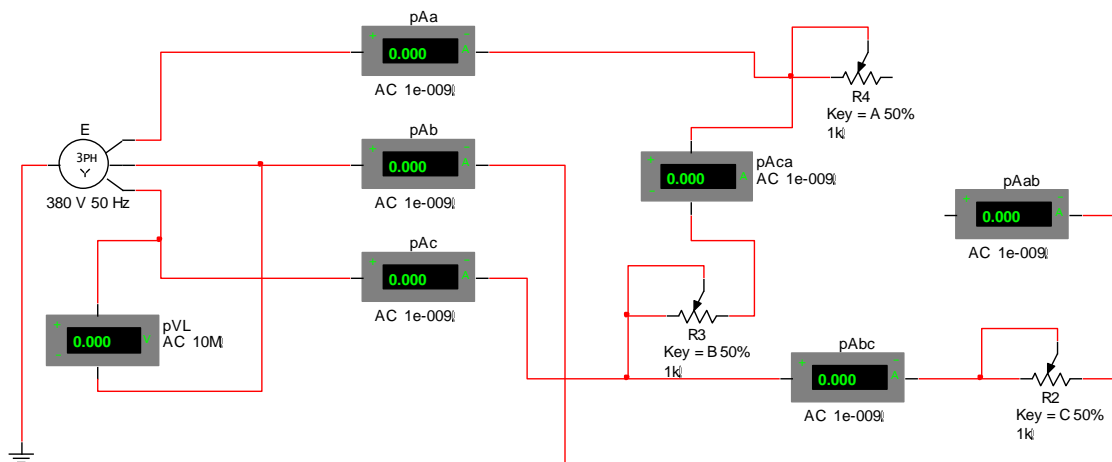

Рис. 3.12
10. Откройте файл 8.2 и включите цепь по схеме рис. 3.12.